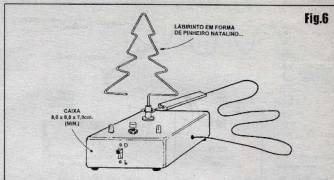

Fig.6
- FIG. 6 - SUGESTÃO NATALINA PARA ACABAMENTO DO COREG...